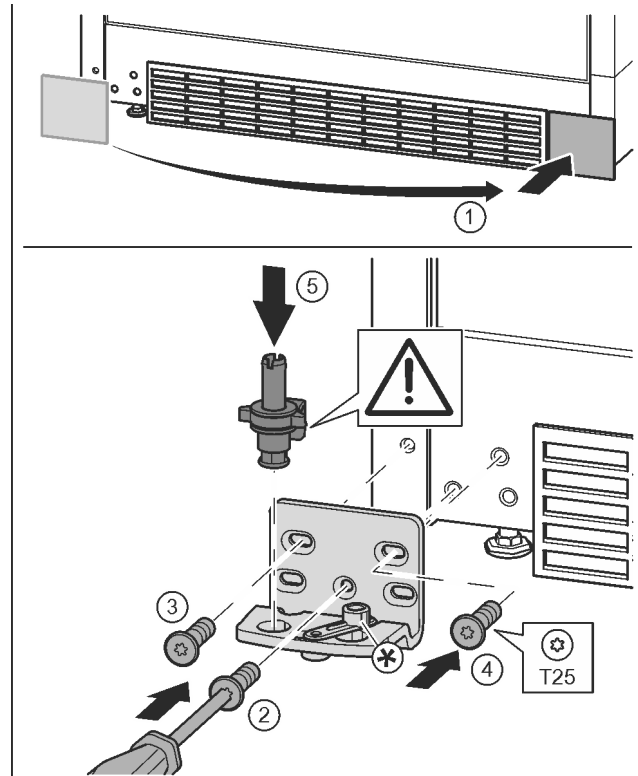

Fig. 13
- ▶ Sejměte kryt a připevněte jej na druhé straně. Fig. 13 (1)
- ▶ Nasadte stojan ložiska na druhé straně a přišroubujte pomocí šroubováku T25. Začněte šroubem 2 dole uprostřed. Fig. 13 (2)
- ▶ Pevně utáhněte šroub 3 a 4. Fig. 13 (3, 4)
- ▶ Zcela vložte ložiskový čep. Přitom dávejte pozor, aby zajišťovací vačka směřovala dozadu. Fig. 13 (5)